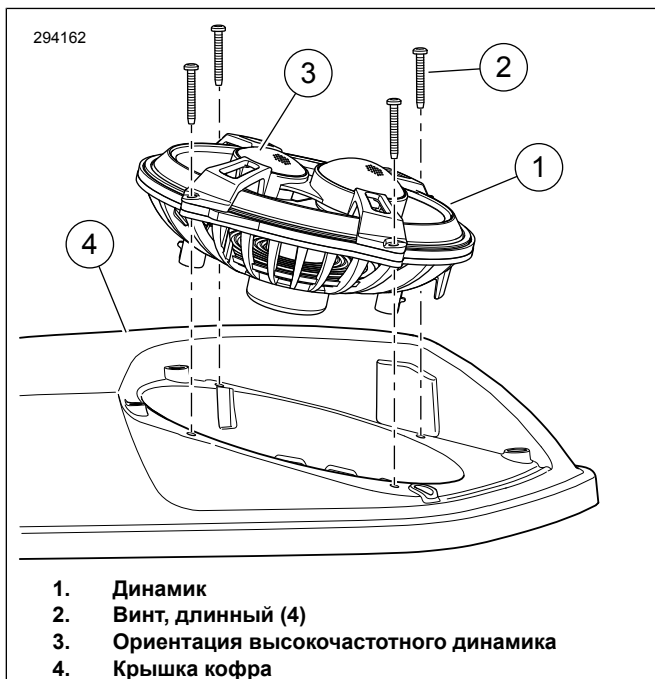

Рисунок 1. Ориентация динамика
3. См. Рисунок 1. Направьте высокочастотный динамик (3) меньшего размера к задней части кофра, как это показано на рисунке.
4. Закрепите динамик (1) с помощью четырех длинных винтов (2). Поочередно затяните винты. Затяните.